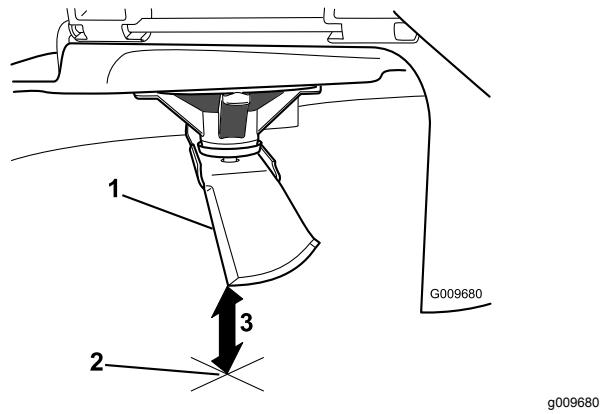

Figura 57
5. Mida desde la punta de la cuchilla hasta la superficie plana (Figura 57).